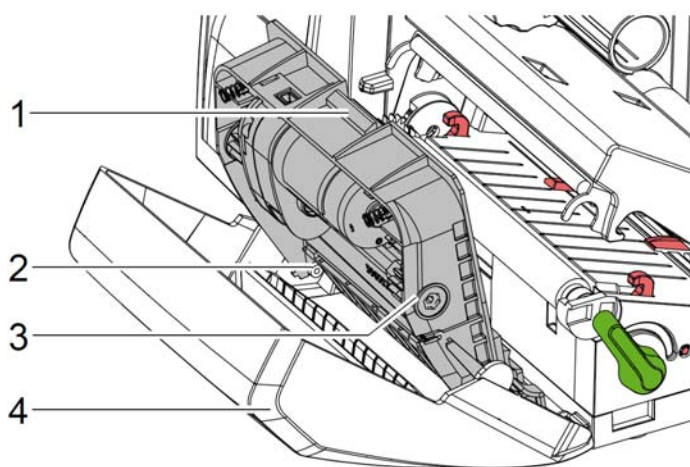

图 21 裁刀拆装
5. 以图21的方式将刀片模块（3）装到固定转轴（2）并推回前盖上直到卡住为止；